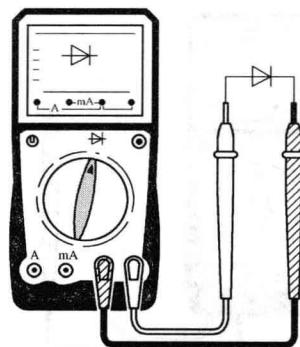

图 1-11 二极管测量
- 2) 红、黑两表笔分别接触二极管两端，观察读数，如图 1-11 所示。